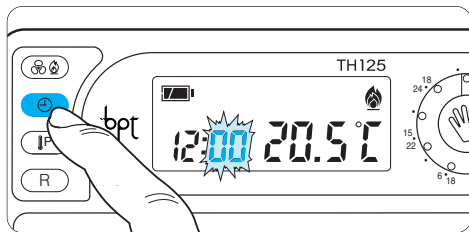

Fig. 15
5.1 - Premere il pulsante **⌚** (fig. 15).